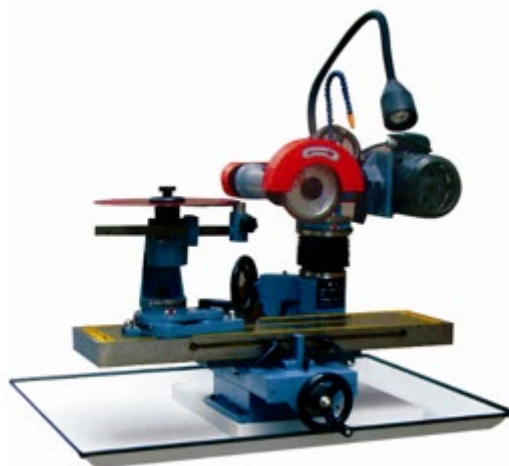

Рис. 4 Заточка дисковых пил с твердосплавными зубьями
7.1.2. Заточка дисковых пил с твердосплавными зубьями (Рис. 4):